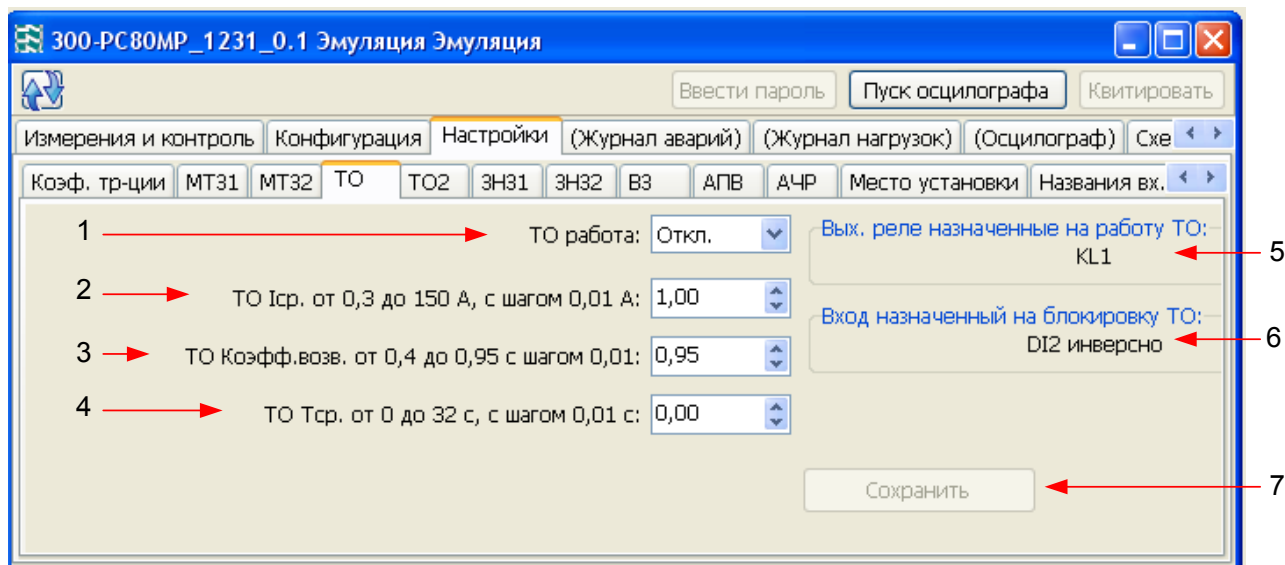

Рисунок 20 – Окно выбора настроек ТО (ТО2) в программе «PC80_MP_Monitor»
Окна программы «PC80_MP_Monitor», используемые при работе с ТО1(2) и пояснения по работе в них, приведены на рис.20.